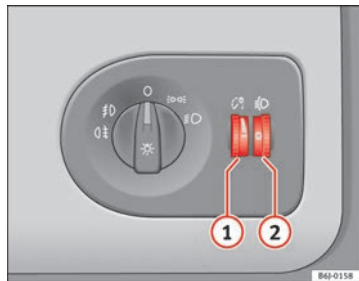

Fig. 56 Pannel de instrumentos: reguladores da iluminação dos instrumentos, dos comandos e do alcance dos faróis
Com a luz acesa, é possível regular a intensidade da iluminação dos instrumentos e dos interruptores, rodando a roda recartilhada ⇒ Fig. 56 ①.